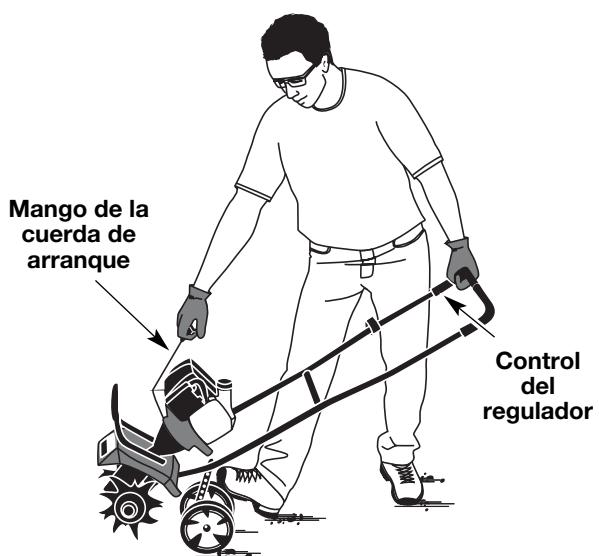

Fig. 12
ADVERTENCIA: Evite los arranques accidentales. Colóquese en posición de inicio cuando tire de la cuerda de arranque (Fig. 12). El operador y la unidad deben estar en una posición estable al arrancar la unidad para evitar graves lesiones personales.
- Sostenga el regulador y la agarradera con una mano y agarre el cordón de arranque con la otra mano. Use el pie para aguantar el cultivador (Fig. 12).